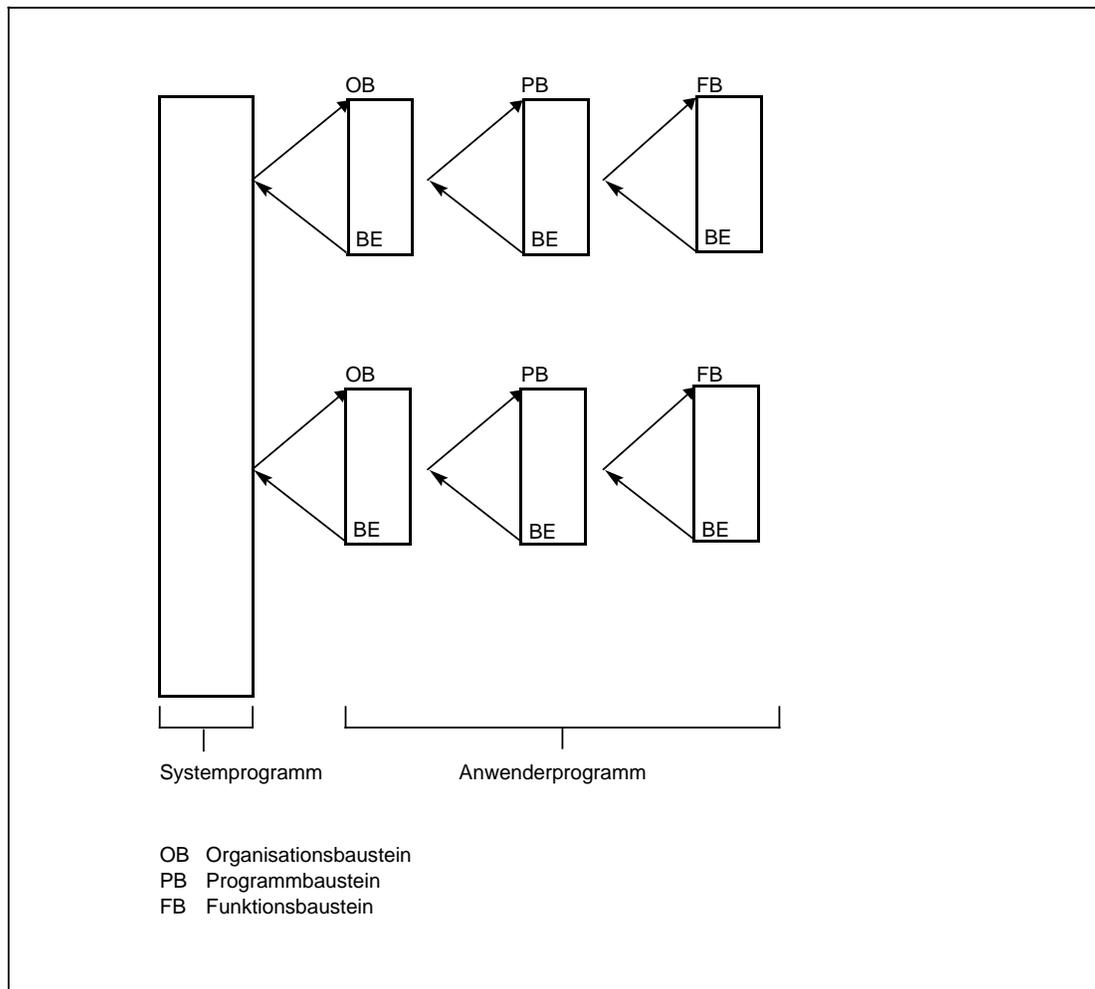

Bild 5.1 Gesamtprogramm einer Anpaßsteuerung
Die Organisationsbausteine (OB) sind Teile des Anwenderprogramms, genauso wie Programmbausteine, Schrittbausteine oder Funktionsbausteine. Ein Organisationsbaustein wird jedoch nur vom Systemprogramm aufgerufen. Als Anwender kann man einen Organisationsbaustein nicht aufrufen, sondern nur programmieren (Bild 5.1).